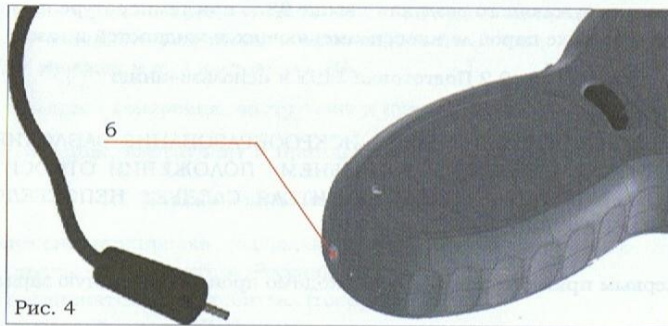

Рис. 4
Для зарядки АКБ (Рис. 4) необходимо убедиться что ЭШУ стоит на предохранителе искрообразование заблокировано. Присоединить к зарядному гнезду (6) ЭШУ шнур зарядного устройства (ЗУ) при этом на ЗУ загорается светодиод зеленого цвета. Вилку сетевого шнура ЗУ включить в бытовую электросеть (~220 В, 50 Гц) при этом на ЗУ загорается светодиод красного цвета означающий начало процесса заряда АКБ. В процессе заряда АКБ цвет светодиода на ЗУ меняется с красного на зеленый. Зеленый цвет светодиода на ЗУ означает окончание процесса заряда АКБ.